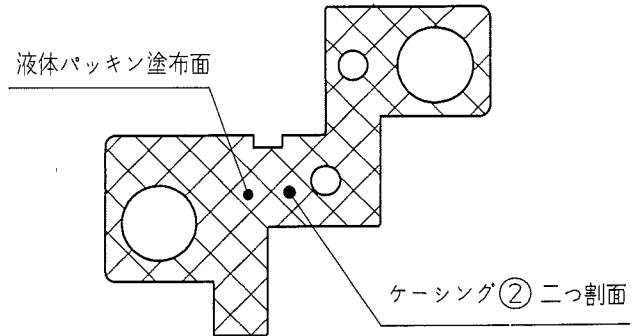

図 3 ケーシング液体パッキン塗布面
(1) ケーシング②の二つ割面の結合について (付図 1、図 3 参照)